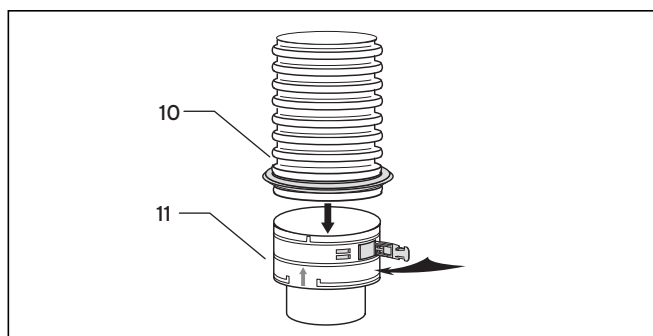

Fig. 5.35 Elementul de introducere cu conductă pentru gaze arse
- Procedați ca la montarea elementelor de introducere (vezi Fig. 5.35).